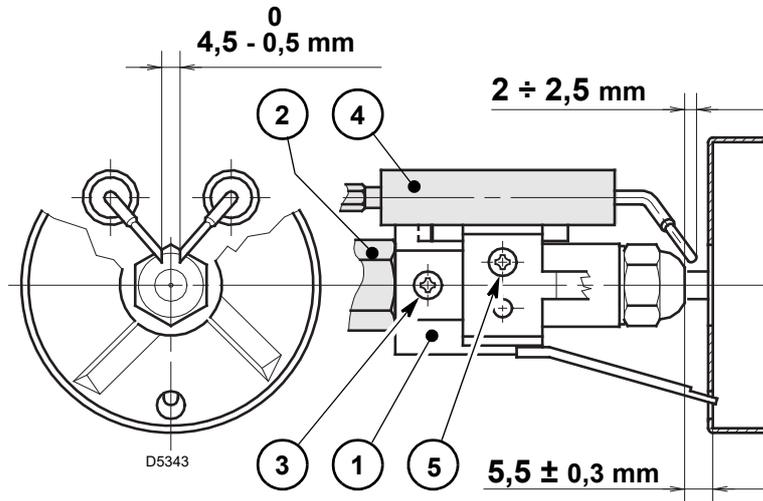

Abb. 11
Die Abstände in Abb. 11 müssen eingehalten werden.
- Den Stauscheibenhalter 1) (Abb. 11) auf den Düsenstock 2) (Abb. 11) legen und mit der Schraube 3) (Abb. 11) fixieren. Für eventuelle Einstellungen der Elektrodeneinheit 4) die Schraube 5) (Abb. 11) lockern.